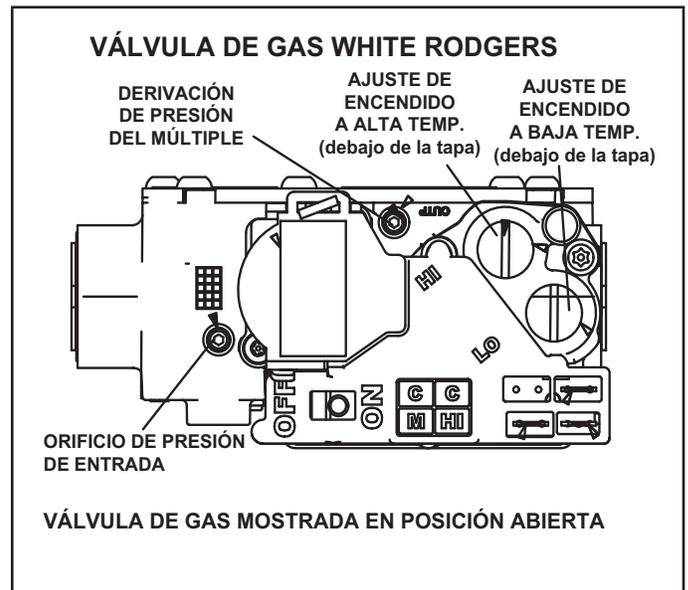

FIGURA 65
Operación de la válvula de gas (FIGURA 65)
- 6 - Mueva el interruptor en la válvula de gas a la posición APAGADO. Ver FIGURA 65.
- 8 - Mueva el interruptor en la válvula de gas a la posición ENCENDIDO. Ver FIGURA 65.
Un tapón roscado de presión de entrada en la válvula de gas permite acceso a la presión de suministro. Ver FIGURA 65. Retroceda el tornillo hexagonal de 3/32 una vuelta, conecte un tubo de 5/16 y conéctelo a un manómetro para medir la presión de suministro. Ver la TABLA 33 para la presión de la línea de suministro.
Un tapón de presión del múltiple en la válvula de gas permite acceso a la presión del múltiple. Ver FIGURA 65. Retroceda el tornillo hexagonal de 3/32 una vuelta, conecte un tubo de 5/16 y conéctelo a un manómetro para medir la presión del múltiple.
- 5 - Haga ajustes si es necesario. La FIGURA 65 muestra la ubicación de los tornillos de ajuste de encendido de alta y baja temperatura.